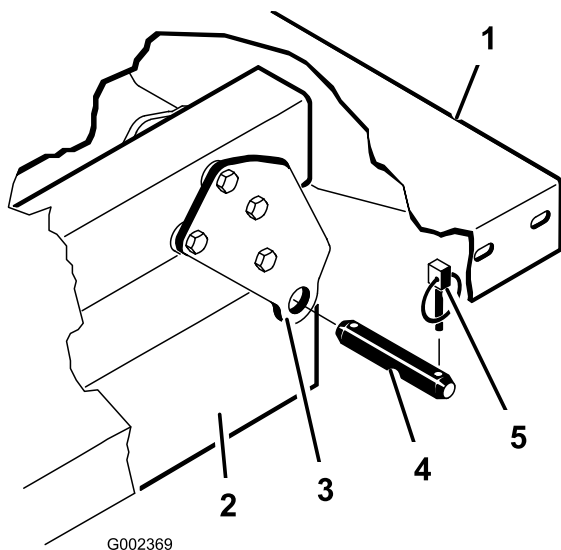

Рисунок 4
5. Снимите шплинтуемые штифты, крепящие концы штоков гидроцилиндров к монтажным плитам кузова, протолкнув штифты внутрь (Рисунок 4).
6. Выньте шплинтуемые шплинты, которые крепят шарнирные кронштейны к швеллерам рамы (Рисунок 4).